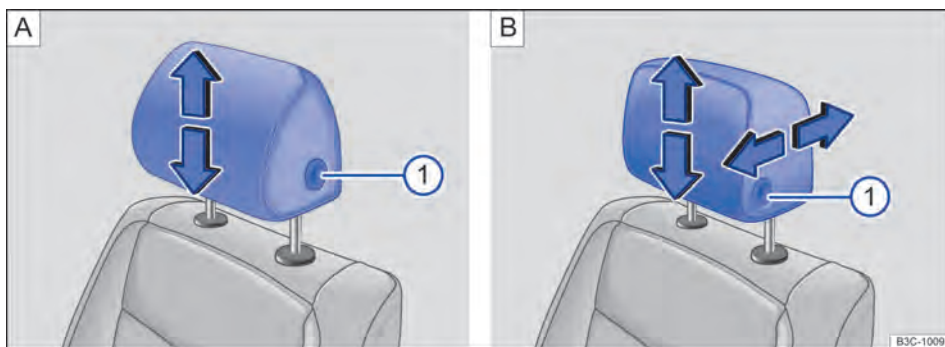
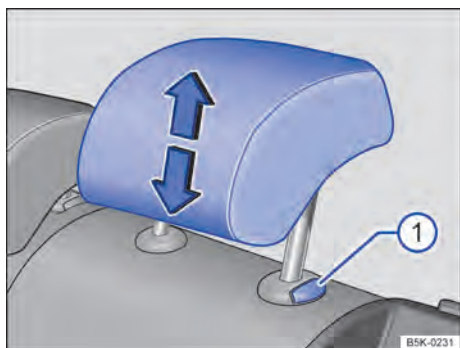

Fig. 46 Ajustar o apoio para cabeça dianteiro: em veículos sem (A) e com (B) apoios para cabeça ajustáveis na longitudinal.
Fig. 47 Ajustar o apoio para cabeça traseiro.
- Empurrar o apoio para cabeça para cima no sentido da seta ou, com o botão ⇒ Fig. 46 ① ou ⇒ Fig. 47 ① pressionado, empurrar para baixo ⇒ ▲.
- Empurrar o apoio para cabeça para frente no sentido da seta ou para trás com o botão ⇒ Fig. 46 B ① pressionado.